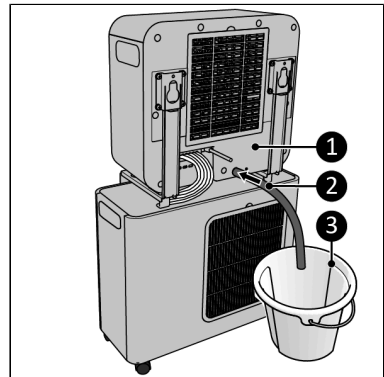

Abbildung 57.
7. Schließen Sie den Kondenswasser-Ablaufschlauch (Abbildung 57, Pos. 2) an der Rückseite des Innengeräts (Abbildung 57, Pos. 1) an.
8. Führen Sie den Kondenswasser-Ablaufschlauch (Abbildung 57, Pos. 2) in einen Eimer (Abbildung 57, Pos. 3).
2. Der Kondenswasser-Abflaufschlauch (Abbildung 57, Pos. 2) muss an der Rückseite des Innengeräts angeschlossen und in einen Eimer (Abbildung 57, Pos. 3) geleitet werden.